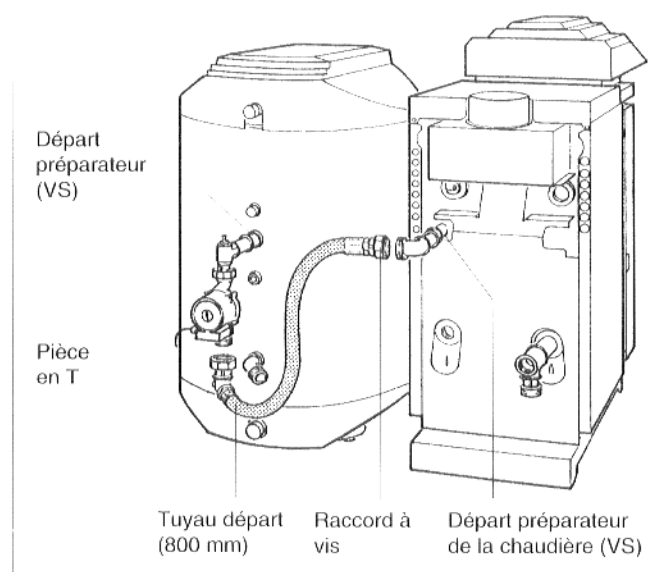

Fig. 7 : montage du tuyau départ, préparateur à droite
- Utiliser le tuyau en caoutchouc le plus court (800 mm) pour le départ : mettre les joints d'étanchéité en place, visser le raccord à vis du tuyau en caoutchouc au départ préparateur (VS) et la pièce en T au départ préparateur de la chaudière (VS) (fig. 7).